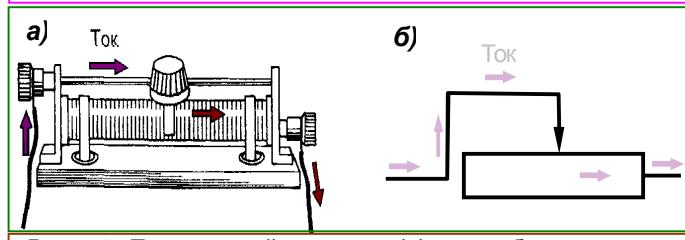

Рис. 94. Ползунковый реостат (а) и его обозначение на схемах.
20. Реостатам, применяемым на практике, придают более удобную и компактную форму. Для этой цели используют проволоку с большим удельным сопротивлением. На рис. 94 изображен так называемый ползунковый реостат и его условное обозначение на схемах. В этом реостате никелиновая проволока намотана на керамический цилиндр. Проволока покрыта тонким слоем непроводящей ток окалины, поэтому витки ее изолированы друг от друга. Над обмоткой расположен металлический стержень, по которому может перемещаться ползунок. Своими контактами он прижат к виткам обмотки. От трения ползунка о витки слой окалины под его контактами стирается, и электрический ток в цепи проходит от витков проволоки к ползунку, а через него в стержень, имеющий на конце клемму. С помощью этой клеммы и
2. Объясните по *рис. 94*, как устроен ползунковый реостат. Как можно включать его в цепь?